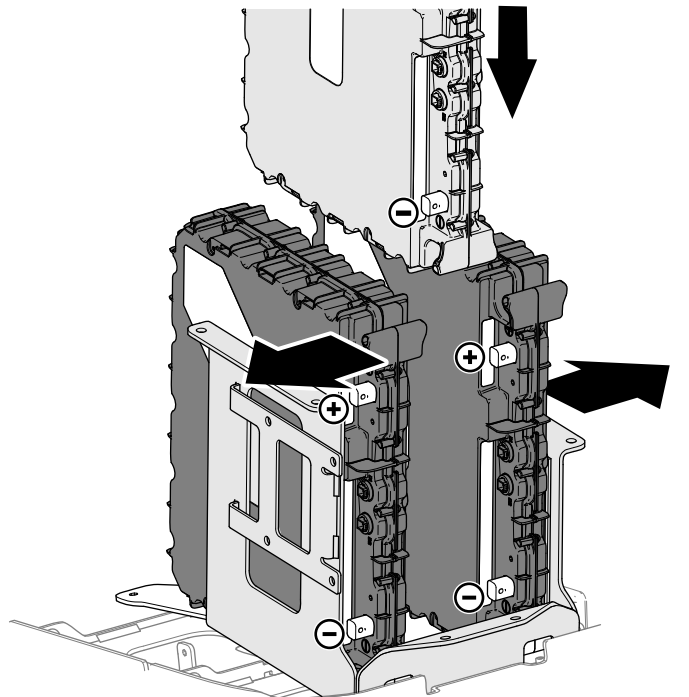

Figur 12
A. Fjern dækslet (Figur 12) fra pluspolerne.